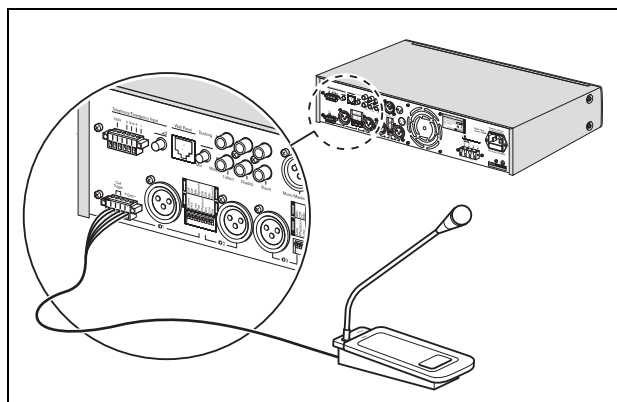

figura 4.3: connettore di tipo europeo con segnale di sincronizzazione
- Connettore di tipo europeo con segnale di sincronizzazione. Vedere figura 4.3.